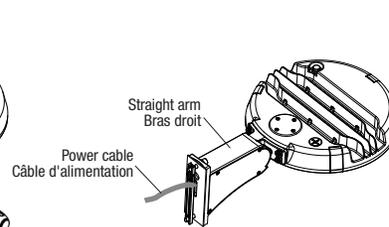

Fig. 12
2. Unscrew the side cover of the straight arm (Fig. 12).
2. Dévisser le couvercle latéral du bras droit (Fig. 12).